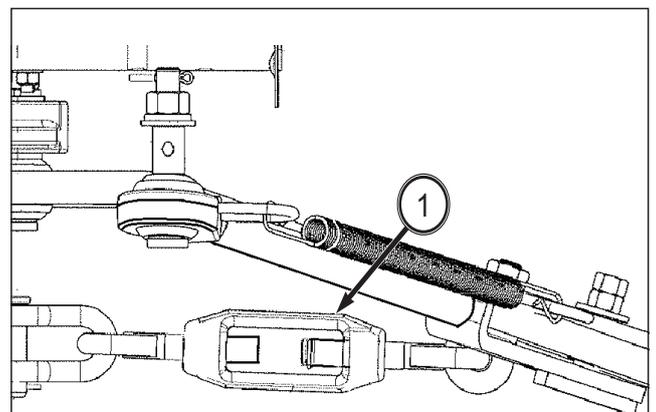

FIG. 100
FIG. 100: Ciertos implementos requieren un movimiento lateral mínimo. La cadena de control (1) de cada enganche inferior debe ajustarse de forma uniforme para reducir la holgura axial hasta un nivel deseable. No elimine toda la holgura axial, ya que el enganche inferior podría dañarse.